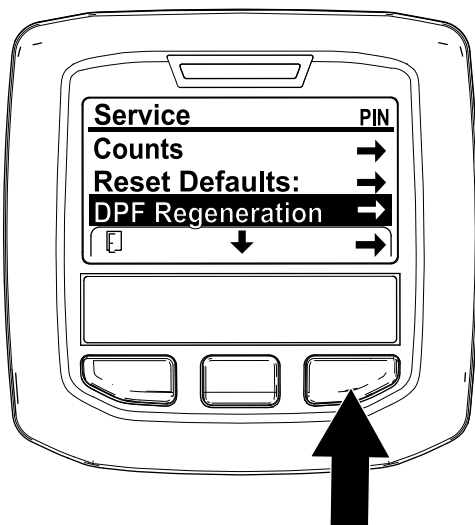

Figura 35
1. Acceda al menú Service (Servicio), pulse el botón central para desplazarse hacia abajo, hasta la opción DPF REGENERATION (Regeneración de DPF) (Figura 35).
2. Pulse el botón derecho para seleccionar la opción DPF Regeneration (Regeneración de DPF) (Figura 35).